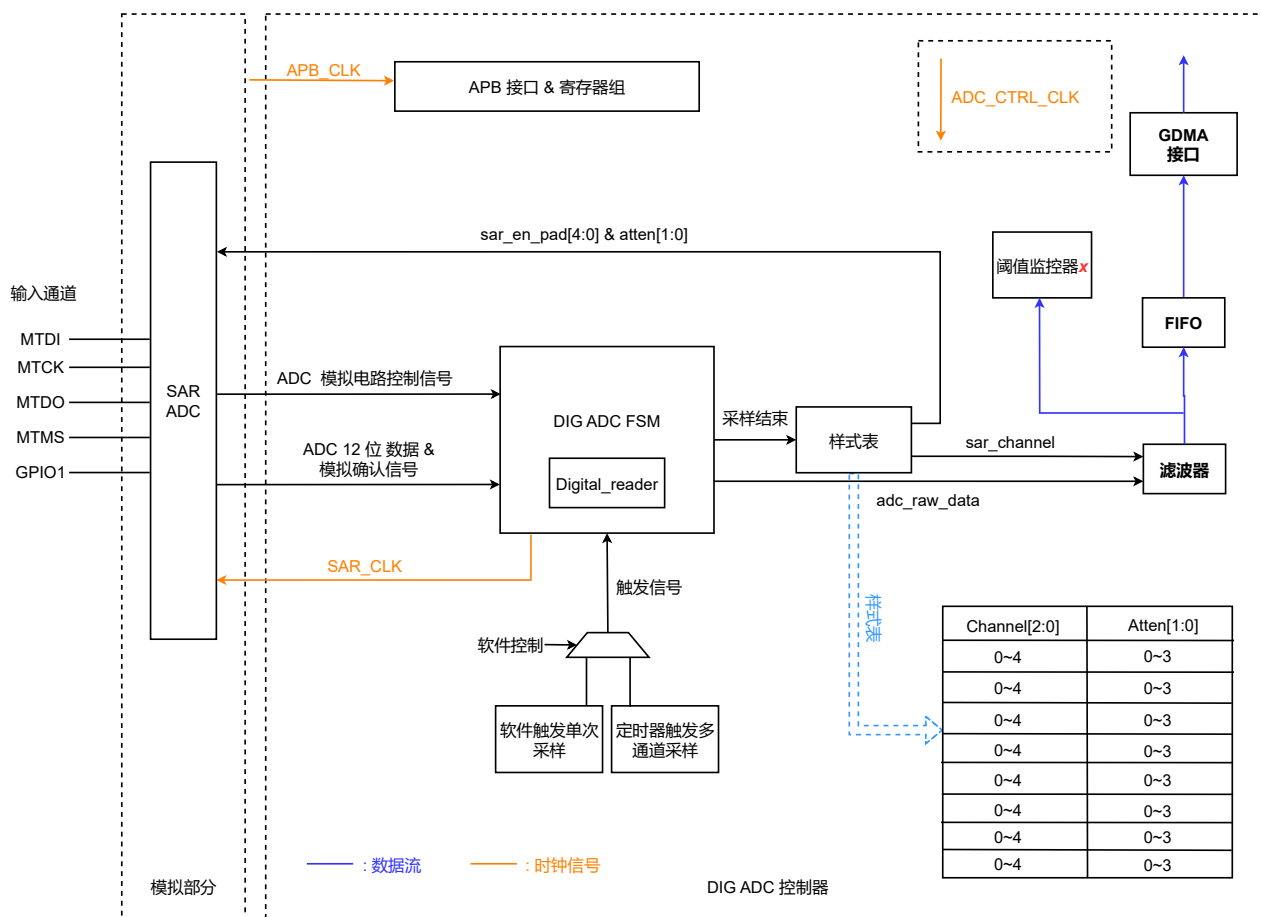

图 36-1. SAR ADC 结构图
SAR ADC 的主要子模块与连接情况见图 36-1。
根据图 36-1，按照从左至右、从上到下的顺序，SAR ADC 模块主要包括以下功能模块：
- 将数据传输给滤波器，然后阈值监控器通过 GDMA 将数据传输给内存 (见图 36-1)；